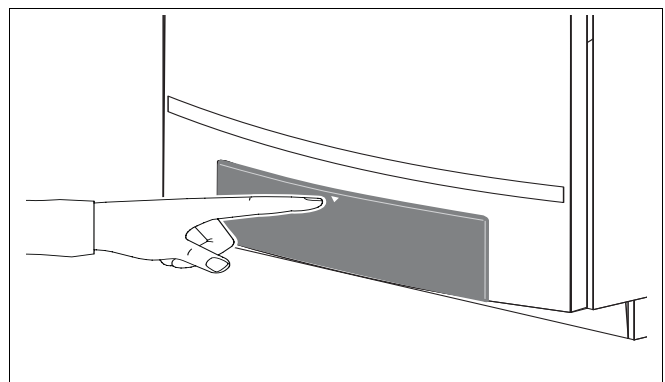

Fig. 28 Porniți tabloul de comandă
- Porniți tabloul de comandă prin apăsare (Fig. 28).